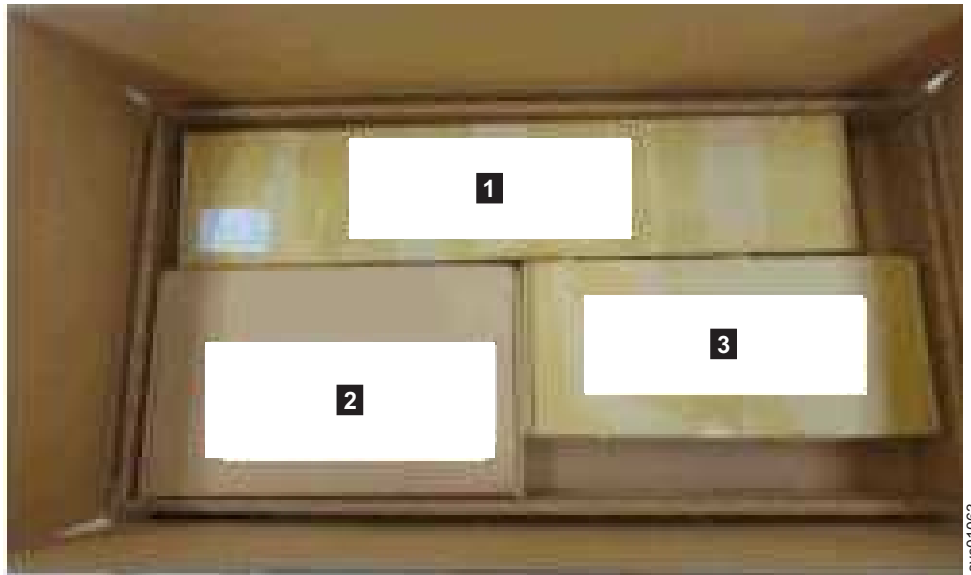

図 27. 拡張エンクロージャーの部品が載ったトレイ
拡張エンクロージャーとほとんどの部品は、1 つの大型の箱の中にまとめて出荷されます。エンクロージャー上のトレイには前面の鼻隠し (1U と 4U のもの)、ケーブル・マネジメント・アーム (CMA)、およびスライド・レール・キットが載っています。これらの部品はお客様が取り付ける必要があります。図 27 は、出荷時におけるエンクロージャーのパッケージの様子を示しています。
6. 出荷ボックスからサポート・レール・キット (52 ページの図 27 に示す **1**) を取り出します。
17. ケーブル・マネジメント・アーム・アセンブリーをパッケージから取り出します (52 ページの図 27 の **2**)。